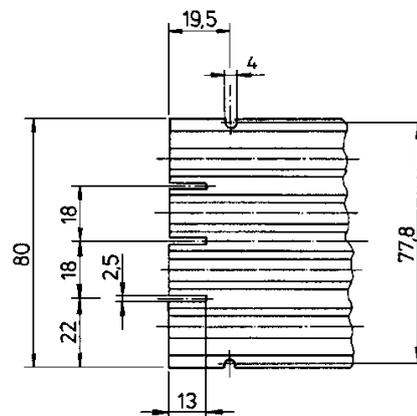

Abb. 4: Maße für Schlitze am Ende der Schleifleitungsschiene
- Schlitze gemäß Skizze einsägen (siehe Abb. 4).